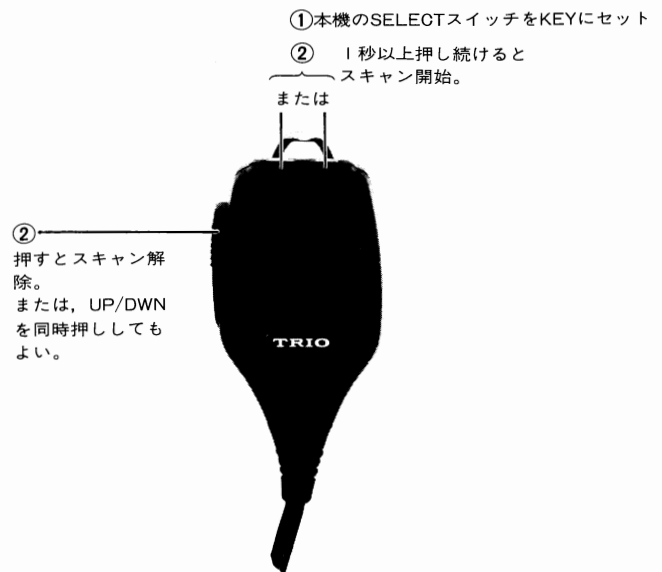

図10 マイクによるステップスキャン
■マイクロホンによるステップスキャン (図10参照)
- ① SELECTスイッチをKEYの位置にセットします。
- ② 1秒以上UP (またはDWN) スイッチを押しますと、表示されている周波数から上限 145.995MHz (または下限 144.0 MHz) に向ってスキャンが開始されます。このとき DWN(またはUP) スイッチを一度押しますとスキャン方向が反転します。
- ③ スキャンテンポを速めたいときは、任意のスキャン方向に合わせてUPまたはDWNスイッチを押し続け希望周波数に合わせます。
- ④ スキャンを解除するときはPTTスイッチを一度押すかまたはキーボードの **[C]** キーを押してください。